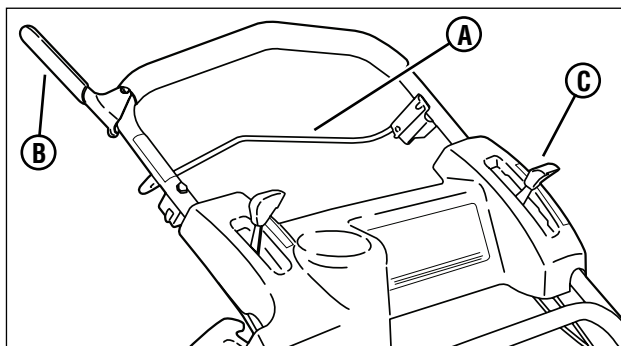

Figure 1 : Commandes de tondeuse
2. Vérifiez la commande de lame (**A, Figure 1**), la commande de roues motrices (**B**), et la commande de vitesse de déplacement (**C**) pour vous assurer qu'elles bougent librement.